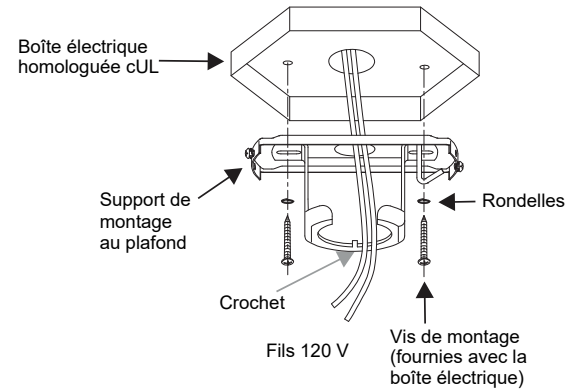

Fig. 5
Étape 1. Faites passer les câbles d'alimentation de 120 V par le trou central du support de fixation au plafond (voir la **Fig. 5**).